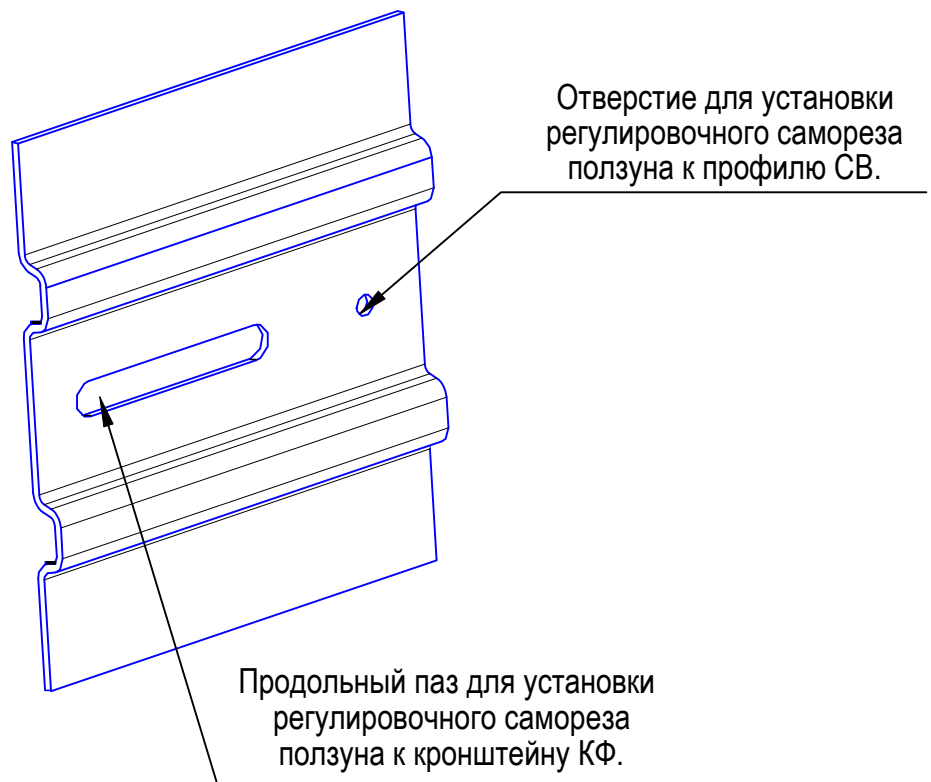
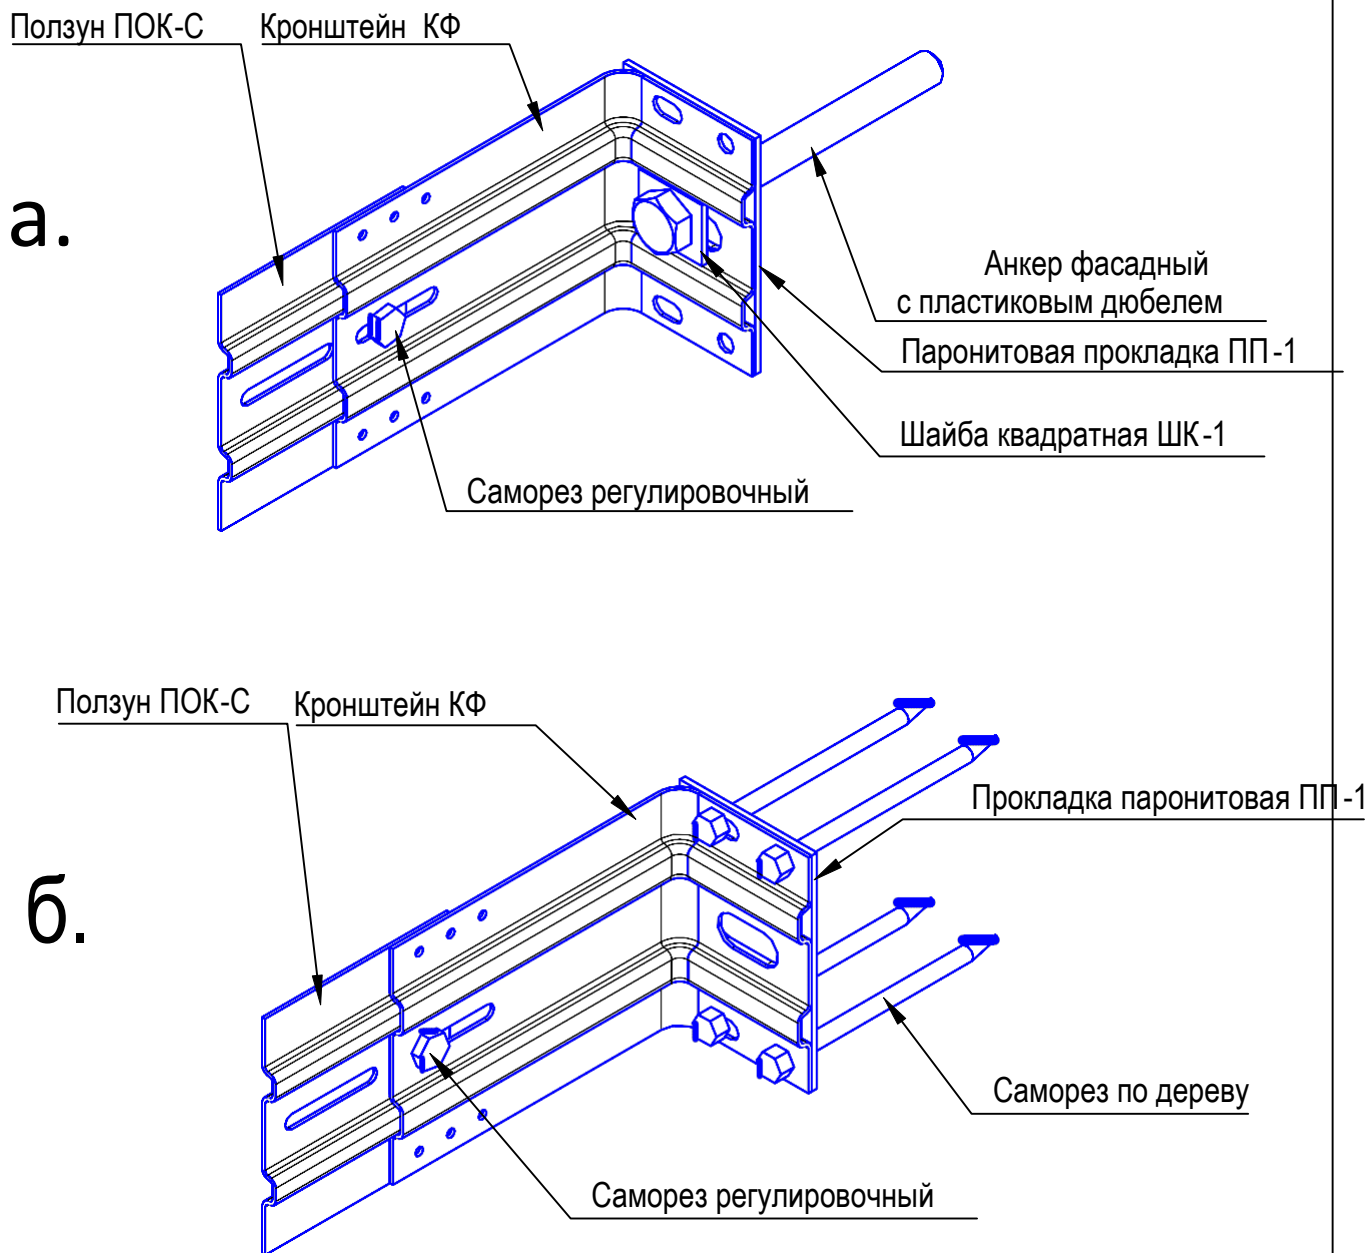

Рис.2.0.
Рис.4.0.
4. Для регулировки вылета (расстояния между стеной и профилем) в случае значительной кривизны поверхности может применяться ползун (ПОК С). (Рис. 2.0 и Рис. 4.0). В этом случае, используется регулировочный самонарезающий винт КСШ, соединяющий ползун с кронштейном.